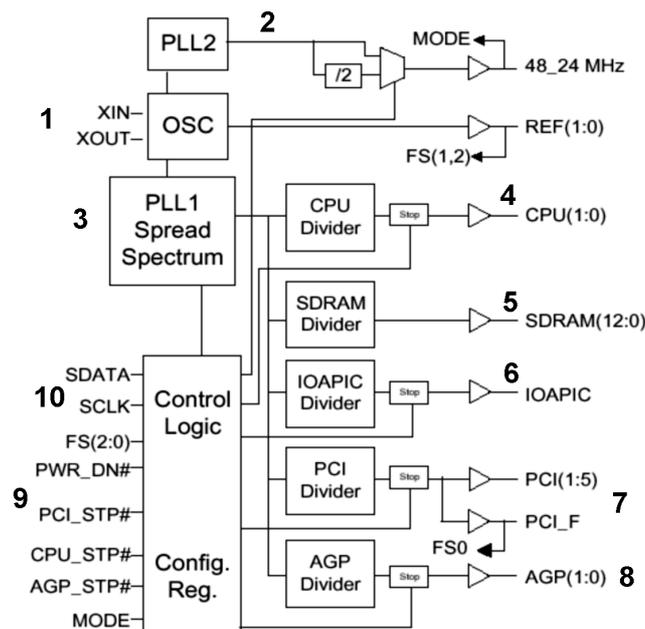

Abbildung 5.21 Taktgeneratorschaltkreis für P6-Prozessoren und den Schaltkreissatz Ali1641 (Cypress)
Tabelle 5.2 Taktfrequenzkombinationen (in MHz) für Prozessor und SDRAM (Beispiele anhand des Schaltkreises von Abbildung 5.21). Darunter: typische Teilverhältnisse
Denksportaufgabe: wir erkennen in Abbildung 5.21 nur eine PLL (3), aber mehrere Teiler (Divider). Auf welche Teilverhältnisse sind die PLL und die Teiler eingestellt?
1 - Quarzanschlüsse (14,318 MHz); 2 - Referenztaktausgang; 3 - differentielle Taktausgänge zu den Prozessoren; 4 - 66-MHz-Takte (für die Verteilerschaltkreise); 5 - PCI-Takte; 6 - 48-MHz-Takte für USB und E-A-Steuerung; 7 - Speisespannung für Anlogschaltungen (PLLs usw.); 8 - SMBus-Anschluß; 9 - Stromsparsteuerung (Power Down); 10 - diverse Steuereingänge. Nichts grundsätzlich Neues im Vergleich zu Abbildung 5.21.